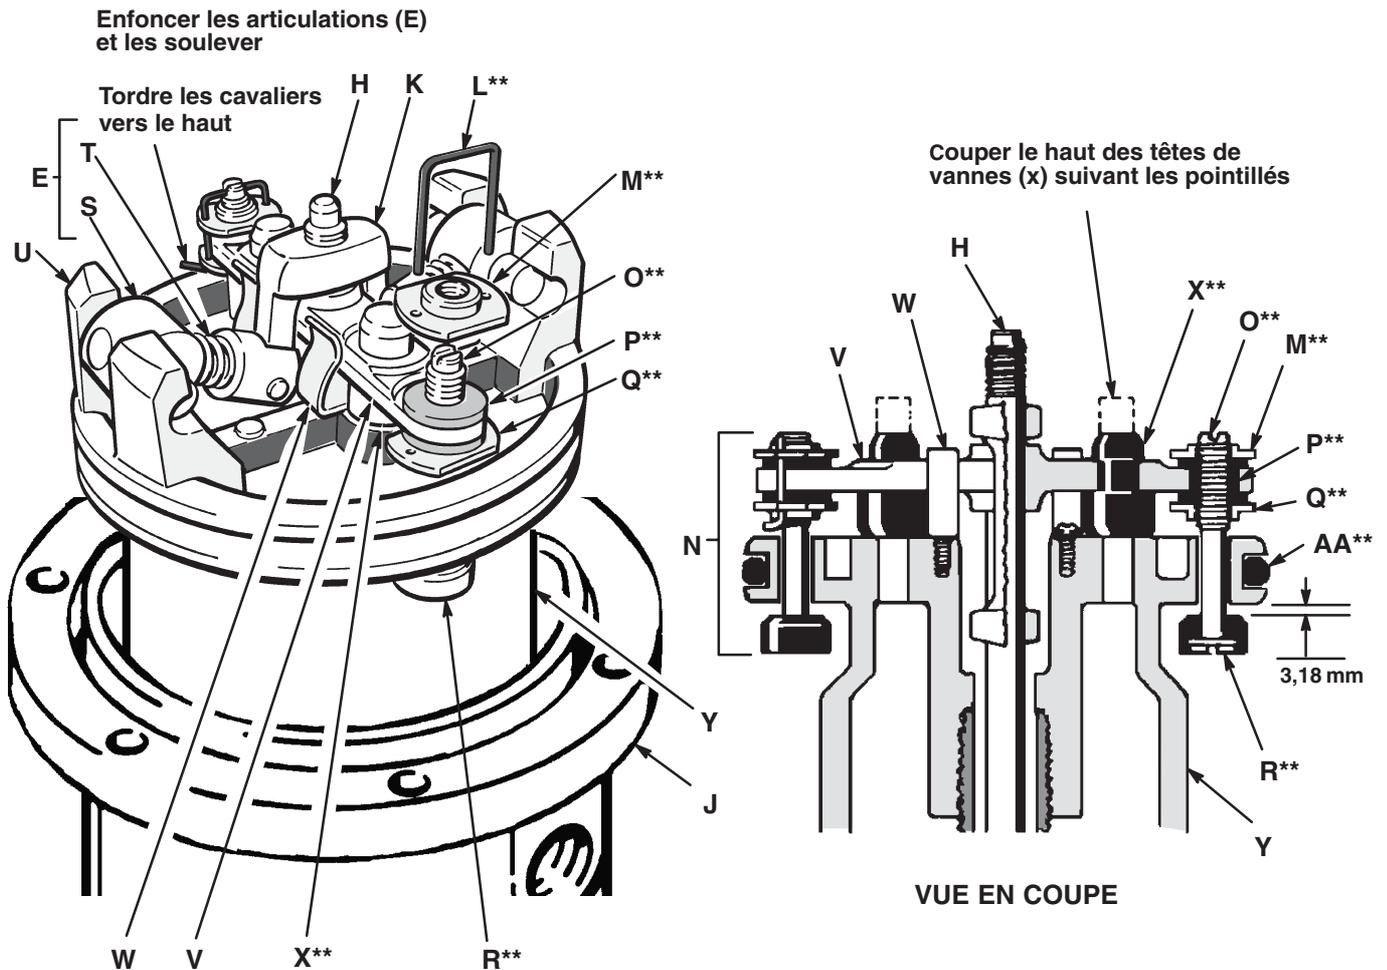

Fig. 3
**Toujours** garder les doigts à l'écart des articulations (E) pour éviter de se faire pincer ou sectionner les doigts. Voir Fig. 3.
5. Se servir d'un tournevis pour appuyer sur l'étrier de la tige de commande (K) et rabattre les articulations (E). Voir Fig. 3. Retirer les arceaux de blocage (L) des écrous de réglage (M et Q) des vannes (N). Dévisser les écrous du haut (M). Dévisser les tiges de vannes (O) et les sortir des passe-cloisons (P) et abaisser les écrous de réglage (Q). Enlever les têtes de vannes (R) des tiges et bien les essuyer pour contrôler les fissures éventuelles.
- Saisir les leviers à rotule (S) avec une pince. Comprimer les ressorts (T), relever l'articulation (E) et la dégager de la chape du piston (U), puis retirer les pièces. Vérifier si le bras de commande des vannes (V) est soutenu par les clips (W) et qu'il coulisse facilement dans celles-ci. Voir Fig. 3.
- Retirer l'étrier de la tige de commande (K), le bras de commande des vannes (V) et la tige de commande (H). Contrôler l'état des têtes des vannes d'échappement (X) pour voir si elles présentent des fissures.
**REMARQUE:** Pour démonter les têtes des vannes d'échappement (X), les extraire et les découper à l'aide d'un couteau tranchant.
- Tirer le piston (Y) vers le haut et le sortir de l'embase (J), puis inspecter le joint torique du piston (AA) et le joint torique dans l'embase.
4. S'assurer que les joints toriques sont bien en place. Faire coulisser la tige de piston vers le bas dans le palier de presse-étoupe et faire descendre le piston (Y) dans l'embase (J) du moteur pneumatique.
5. Tirer les têtes de vannes d'échappement (X\*\*) à travers le bras de commande des vannes (V) et couper la partie supérieure suivant les pointillés. Voir Fig. 3.
6. Monter les têtes de vannes de transfert (R\*\*) sur les tiges de vannes (O\*\*), puis remonter ces tiges (O\*\*), les écrous inférieurs (Q\*\*), les passe-cloisons (P\*\*) et les écrous de réglage supérieurs (M\*\*) sur le piston (Y). Monter la tige de commande (H), le bras de commande des vannes (V), l'étrier de tige de commande (K) et les articulations (E) sur le piston. Voir Fig. 3.
7. Avant de monter les arceaux de blocage (L\*\*) sur les écrous de réglage (M\*\* et Q\*\*), utiliser la cale de calibrage spéciale 171818 pour régler la vanne de transfert (N) de façon à ce que le jeu entre les têtes (R\*\*) et le piston (Y) soit de 3,18 mm quand les articulations sont en position *basse*. Voir Fig. 3.
8. Relever les articulations (E) en position *haute*. Remonter le cylindre (G) et l'écrou borgne (F). Remonter le moteur pneumatique sur le bas de pompe.